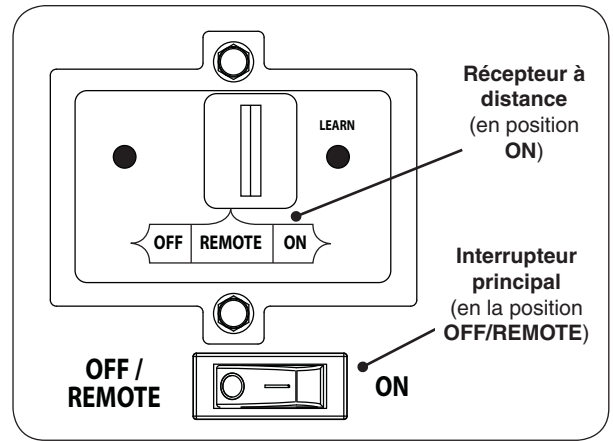

Fig. 44-1 Contrôle détail du panneau
1. Vérifiez que l'interrupteur principal est en position **OFF/REMOTE** (éteindre/éloigné) (voir Fig. 44-1).
3. Repérez l'interrupteur à 3 positions sur le récepteur de télécommande (voir Fig. 44-1), Et faites glisser le commutateur en position **ON** (sur).
L'interrupteur principal doit rester dans la position **OFF/REMOTE** (éteindre/éloigné) pour permettre le fonctionnement du système à distance (voir Fig. 44-1).